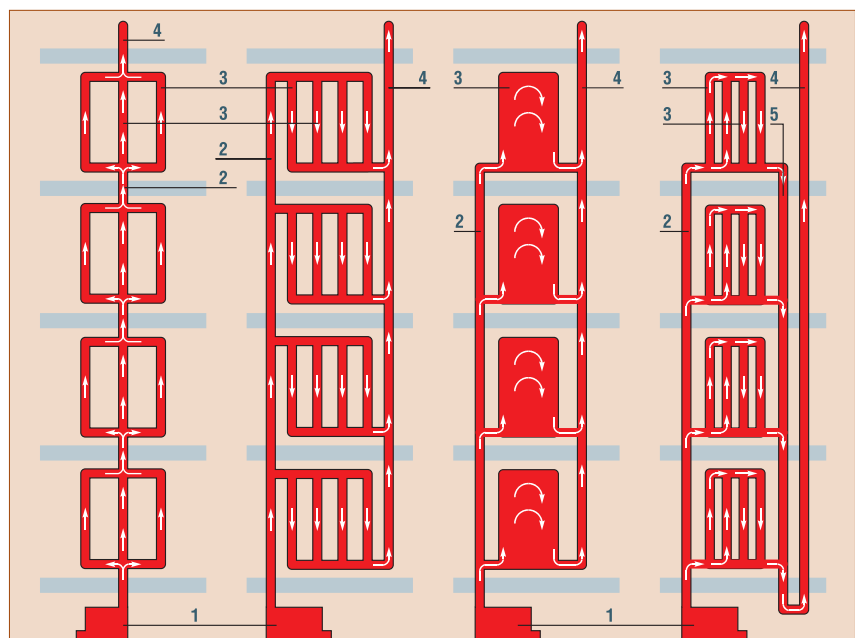
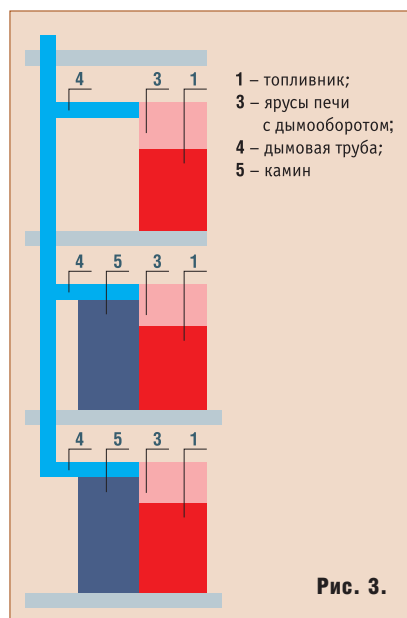
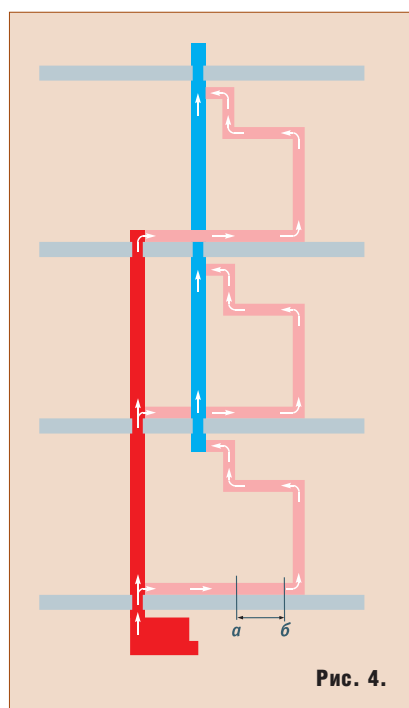
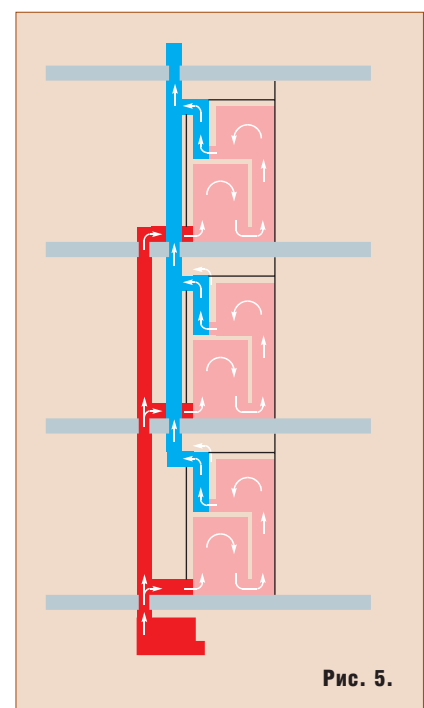

Рис. 2. Многоярусные системы печного отопления:
Рис. 3.
Рис. 4.
Рис. 5.
В настоящее время для этих целей используется два типа многоярусных печей: с одним общим для всех ярусов топливником, рис. 2; с отдельным топочным устройством на каждом этаже.
Основные конструктивные элементы многоярусных печей с единым топливником (рис. 2): 1 — топливник, расположенный в подвале или на первом этаже здания; 2 — подающий канал;
У нас накоплен громадный опыт проектирования и строительства многоярусных печей с раздельной топкой на каждом этаже. Построены сотни 2–3-х этажных печей, работающих на одну трубу. Построено несколько 4-х этажных печей. Схема наших печей приведена на рис. 3. Обозначения те же, что и на рис. 2 (5 — камин). Печи каждого этажа имеют схему «двухъярусный колпак» (исключение — печи без нижнего колпака). Конструктивно печи выполняются в двух вариантах: **в виде единого массива, одна над другой; на железобетонных перекрытиях, с компоновкой вокруг вертикальной трубы.** Сечение трубы увеличивается по мере подключения к ней печей вышерасположенных ярусов.
**Трехканальная система** (рис. 2, з) не отвечает «требованиям к конвективной системе» и не рассматривается.
Рассмотрим схемы многоярусных систем печного отопления, показанные на рис. 2, на рис. 4 и рис. 5. Топливник во всех решениях, расположен в нижнем этаже, дымооборотов здесь нет, и помещения этого этажа обогреваются стенками самого топливника.
**Одноканальная система** (рис. 2, а), это прямоточная система с восходящим потоком. На этажах, вокруг распределительного подающего канала размещается конвективная система в виде кожуха. Регулирование распределения газового потока, осуществляется посредством частичного перекрытия подающего канала, выше входных отверстий в конвективную систему этажа. Система не отвечает пунктам 2, 3, 5, «требований к конвективной системе». Регулирование температурного режима посредством частичного перекрытия подающего канала неэффективно. Практически невозможно регулировать распределение тепла по всем этажам, при помощи изменения размера выходного отверстия для отработанных газов, в печи с восходящим потоком.
**Двухканальные системы** (рис. 2, б, в) и (рис. 4). У всех у них равновеликие пу-
ти движения газового потока на каждом ярусе, что положительно сказывается на распределении тепла. На движение газового потока действуют две силы: в подающем распределительном канале — напор; в трубе — ее тяга (отсос). Природа возникновения этих сил одинакова. Допустим, что источником тепловой энергии является электричество, и тогда не требуется удалять продукты сгорания. В этом случае в схеме рис. 2, в и рис. 4, перенос тепловой энергии будет не под действием внешней энергии (тяги трубы), а под действием собственной силы тяжести газов, даже если трубу в верхней части закрыть. То есть за счет естественных сил природы. В схеме рис. 2, б тепловая энергия подводится в верхнюю зону конвективной системы. Известно, что жидкости и газы следует нагревать снизу. Поэтому перенос тепловой энергии будет только в подающем распределительном канале, а в конвективной системе не будет. Вся система будет работать только при наличии тяги трубы. Если рассматривать схемы рис. 2, в и рис. 4 в части теплоаккумуляции и теплоотдачи, то схема на рис. 2, в имеет несомненное преимущество перед схемой рис. 4, у которой малы теплоаккумулирующие и теплоотдающие свойства. Анализируя все сказанное, можно сказать, что схема, показанная на рис. 2, в лучше подходит для применения в однопоточных многоярусных печах. Однако у этой схемы имеется существенный недостаток: это верхний прогрев печи каждого яруса. Что приводит к плохому прогреву нижней части помещения, в котором образуется «яма» холодного воздуха.
Если на горизонтальных каналах в схеме рис. 4 в пределах участков а-б выполнить колпаки, то получится схема, показанная на рис. 5. Печь каждого яруса в этой схеме можно отнести к системе «двухъярусный колпак», так как каждый колпак этой печи обладает эффектом «газовой вьюшки». Данная схема построения печи отвечает «требованиям к конвективной системе»:
Однако параметры газового потока здесь изменяются по-другому, в отличие от параметров в распределительном подъемном канале. По мере прохождения горячих газов по трубе, уменьшается их температура, а так же меняется (уменьшается) высота трубы на каждом этаже. Суммарная сила, движущая поток на каждом этаже, складывается из двух составляющих, например: на первом этаже, из меньшего напора в распределительном подъемном канале и большей поэтажной тяги в дымовой трубе; на последнем этаже, из большего поэтажного напора в распределительном подъемном канале и меньшей поэтажной тяги в дымовой трубе. Точкой приложения этой силы на каждом этаже, является выходное отверстие из колпака в системе «одноярусный колпак» и выходное отверстие из второго колпака в системе «двухъярусный колпак». Если поставить регулирующую задвижку в эту точку, то можно изменять перераспределение газового потока проходящего через всю систему, направляя энергию в необходимом направлении (этаж). Характерно, что место расположения регулирующей задвижки естественно, оптимально и целесообразно. Такой регулирующей задвижкой является задвижка трубы каждой печи каждого этажа (яруса). В схеме рис. 2, б такой суммарной силы не будет. Точками приложения напора будут входные отверстия в конвективную систему каждого этажа яруса, то есть не будет теплового напора в конвективной системе (в ней не будет повышаться температура). На работу